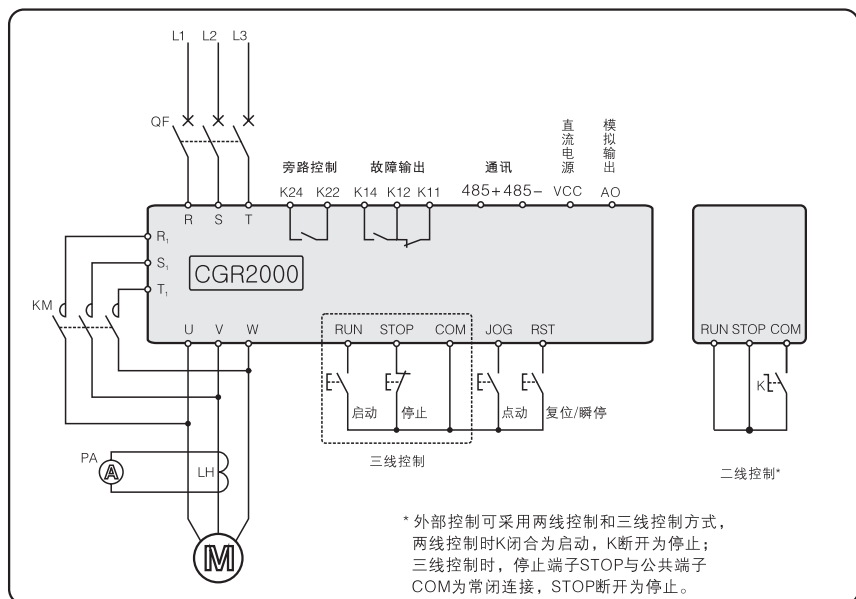

图 5-2
CGR2000系列软启动器在启动完成后，具备在线运行保护功能，一般情况下不需要安装其它电机保护装置。若在特殊条件下，用户加装电机保护器等装置，可进一步提高对电机的保护能力，详见图5-2。
- ① 继电器输出端子K14、K12、K11、K22、K24，均为软启动器内部继电器输出（无源端子）。
- ② AO端子为4~20mA电流环模拟信号输出端子，它表示软启动的工作电流大小。负载的另一端与COM相连接。
- ③ 485及Modbus通信为选配功能。
① 用户使用CGR2000系列软启动器时，如需远控操作或利用故障输出端子作为断路器脱扣控制信号或故障告警信号可直接从外控端子上连接相应的接线；如用户只采用本机键盘操作，则相应的外部数字输入和通讯接口端子不用接线。
② CGR2000系列软启动器外部启动、停车控制有两种接线方式，即三线控制接线和两线控制接线，详见图5-2。